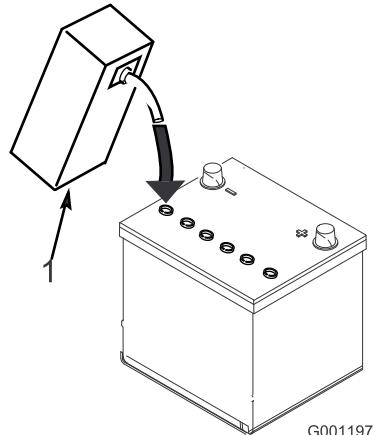

Рисунок 5
3. Осторожно заливайте электролит в каждую ячейку до уровня над пластины примерно 6 мм (Рисунок 5).
4. Подождите примерно 20-30 минут, пока электролит не впитается в пластины. При необходимости доливайте электролит до уровня примерно на 6 мм ниже низа заливочного отверстия (Рисунок 5).